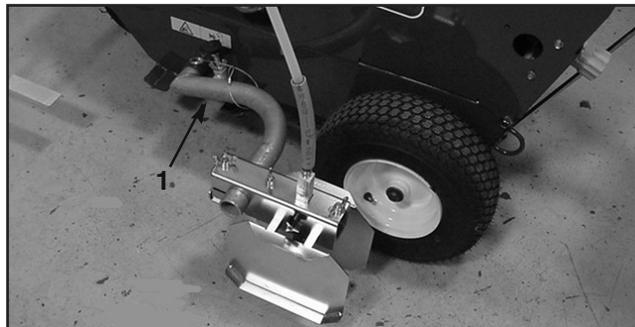

図6
1. スプレー・ブームを取り付けチューブに取り付け、ピンで固定する(図6)。スプレー・ブームは、機体の左右どちらの側にでも取り付けることができ、また、前後に回転させることができます。